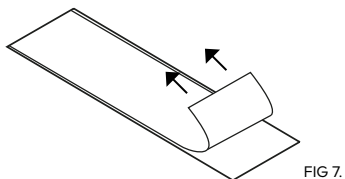

FIG 7.
7. Verwijder de beschermfolie van de plaklaag minimaal 7 mm naar achteren (zie fig 7).